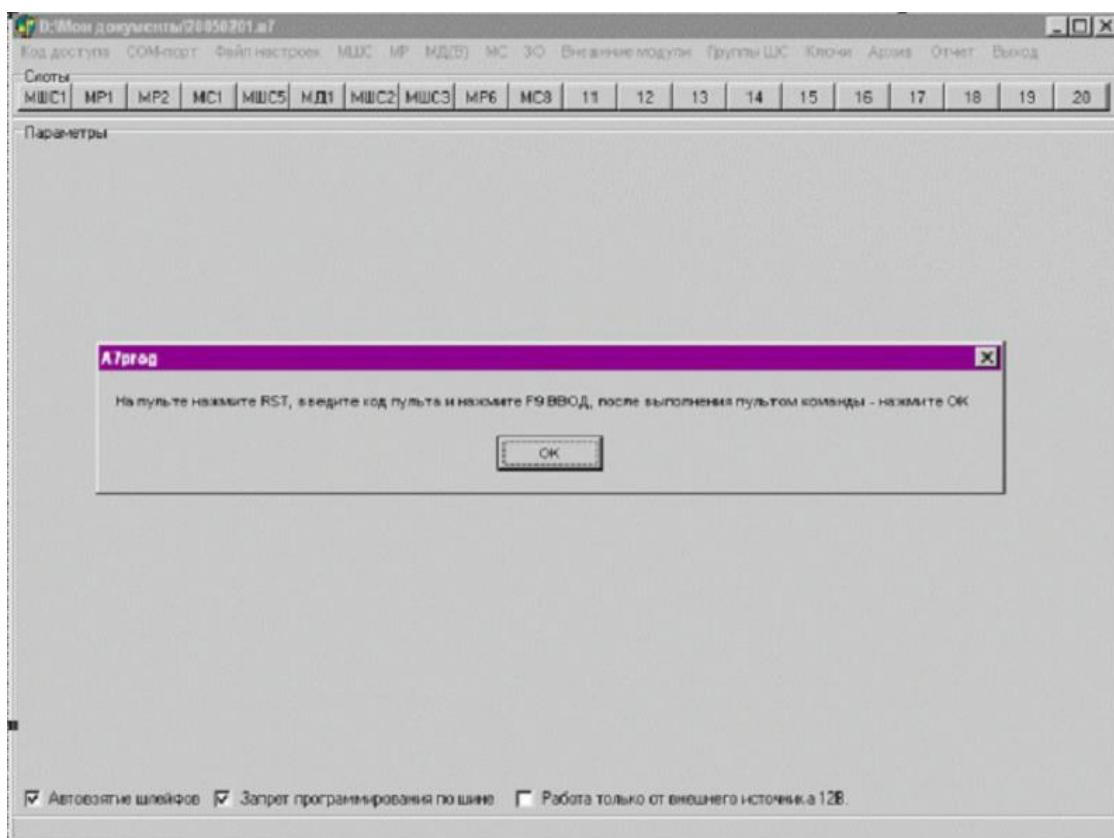

Рис. 23
– **для ввода в прибор кодов ключей доступа электромонтеров и ГЗ** нажать кратковременно клавиши **F 9 ВВОД** пульта ввода. Индикатор **ГТОВ** пульта ввода должен начать мигать, а через 6-7 с снова светиться непрерывно. После выполнения пультом ввода команды необходимо нажать кнопку «OK» появившегося в основном окне программы диалогового окна (рисунок 23);